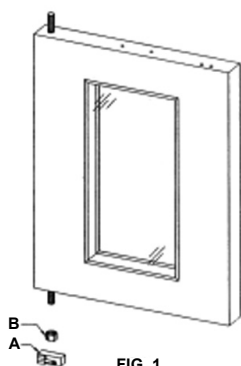

FIG. 1
El interruptor de la puerta está ubicado detrás de la cubierta delantera inferior, en el lado derecho o izquierdo. (Fig. 1) El interruptor de la puerta (A) se activa por medio de una leva (B), que está montada en el pasador de bisagra de la puerta con un tornillo de presión. Coloque la puerta de modo que esté casi cerrada pero no enganchada. Para ajustar la leva: